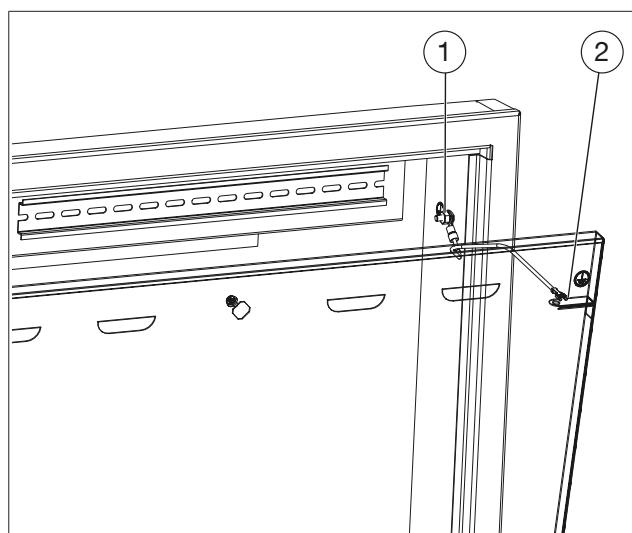

Fig. 8: Mise à la terre de la porte
1. Raccorder le point central de mise à la terre (voir Fig. 8 en page 30 (1)) au rail de compensation de potentiel du bâtiment au travers d'un câble.
i Le point central de mise à la terre se trouve sur la paroi latérale droite du coffret pour pose en applique (voir Fig. 8 en page 30).
2. Raccorder le point de mise à la terre de la porte (voir Fig. 8 en page 30 (2)) au point central de mise à la terre (1).